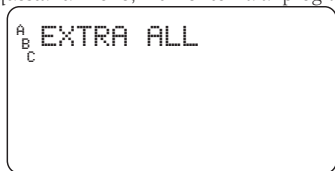

Figura 17:
3. Continuare a premere il tasto **NEXT** (Avanti) fino a visualizzare “A B C Extra All” (Irrigazione aggiuntiva per A B e C) [Vedere la Figura 17]